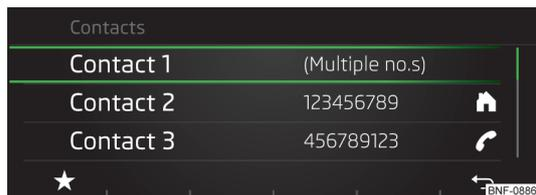

Fig. 110
► En actionnant la touche de fonction. ☆ » fig. 110 un menu pour l'enregistrement du contact préféré s'affiche » page 94, *Contacts favoris (favoris)*.